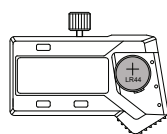

fig.2
- Inserire la batteria SR44 o LR44 nel vano batteria; il lato positivo della batteria (+) deve essere rivolto verso l'esterno (fig. 2).